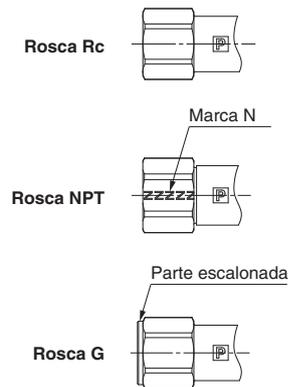

Fig. 11
1. El aspecto de la conexión roscada varía en función del tipo de rosca. (Fig. 11)